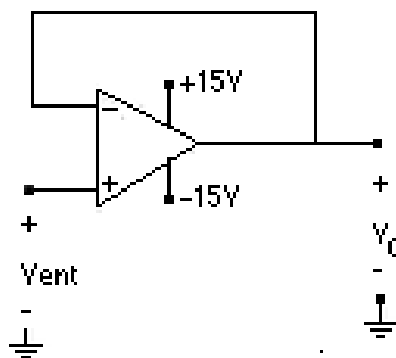

Figura 9.2.- Seguidor de voltaje
- 9.- Deduzca la expresión del voltaje de salida para el seguidor de voltaje cuyo circuito se muestra en la Figura 9.2, considerando que el amplificador operacional es ideal, alimentándolo con fuentes de $\pm 15V$.
- 10.- Haga el diagrama circuital completo en SPICE del seguidor de voltaje mostrado en la Figura 9.2.
- 11.- Realice un análisis AC SWEEP en SPICE para obtener una gráfica de la salida en función de la frecuencia del circuito de la figura 9.2, con una señal de entrada de 1 V de amplitud y un rango de frecuencias de 100 Hz a 500 kHz.